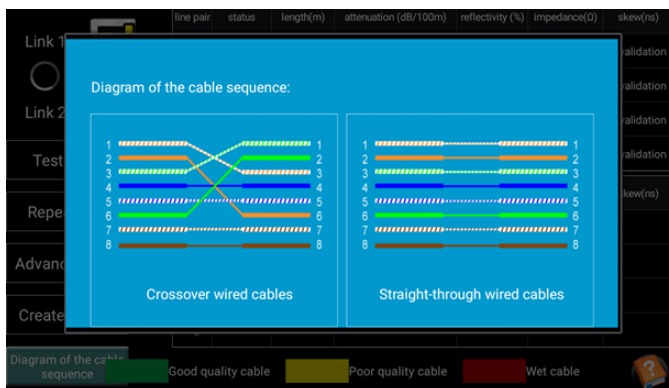

Рис. 139 Типы обжимки кабеля «витой пары»
- 2) Diagram of the cable sequence (Типы обжимки кабеля) показывает два варианта обжимки кабеля «прямой» и «кроссовый» в виде схемы последовательности жил в кабеле, рис. 139